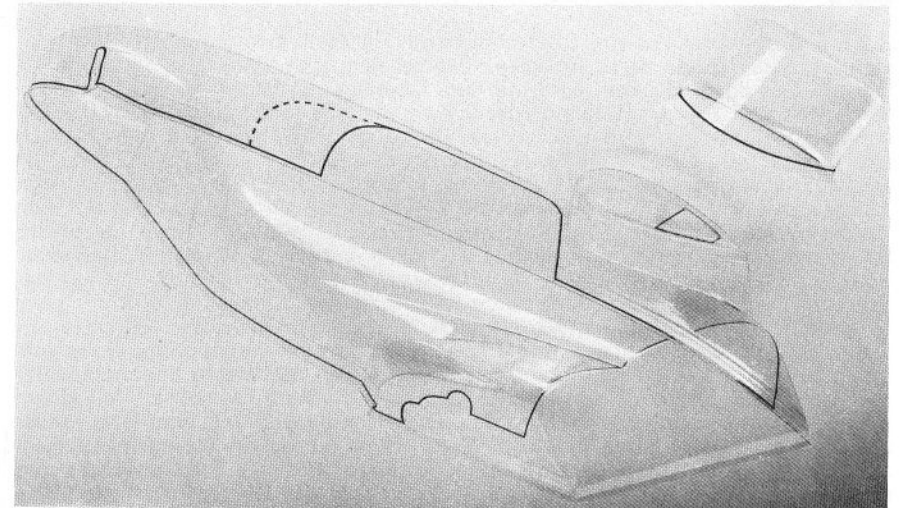

Abb. 7
Der Schnittverlauf ist in Abb. 7 dargestellt. Man fängt zweckmäßigerweise mit der Hinterkante an. Dann wird die Innenkante beschnitten, die zunächst ringsum läuft, und von der inneren Frontscheibenbegrenzung den Abstand von ca. 15 mm hat. Dies ist gleichzeitig die Breite des Überlappungsfalzes. **Dieser Falz darf natürlich keinesfalls weggeschnitten werden!**
Die beiden Flossenstummel (3) und (4) werden, wie in Abb. 7 gezeigt, ringsum an der Markierung abgetrennt. Sie müssen dann exakt auf den Anschlußflanschen am Rumpfteil passen. Die Markierung des Ausschnitts auf der Unterseite bezieht sich nur auf die Verwendung des Räderfahrzeuges.